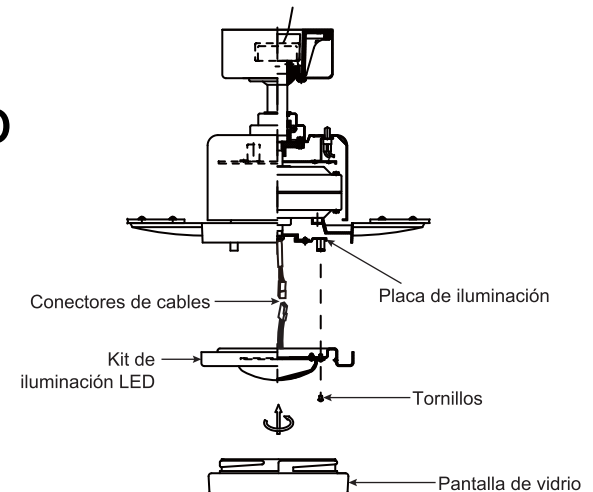

Fig. 18
Paso 1. Afloje los tres tornillos de montaje del interior del kit de iluminación LED (**Fig. 18**)
Paso 2. Mientras sujeta el kit de iluminación LED por debajo del motor del ventilador, prepare las conexiones eléctricas: (**Fig. 18**)
Paso 3. Inserte las conexiones en forma ordenada dentro de la placa de iluminación. Coloque los orificios principales del kit de iluminación LED sobre los dos tornillos aflojados previamente de la placa de iluminación, gire el kit de iluminación LED hasta que se trabe en posición en el extremo angosto de las ranuras de los orificios principales. Ajuste bien los tres tornillos. (**Fig. 18**)
Paso 4. Levante la pantalla de vidrio contra el kit de iluminación y hágala girar en sentido horario hasta que quede ajustada. **NO AJUSTE EN EXCESO.** (**Fig. 18**).